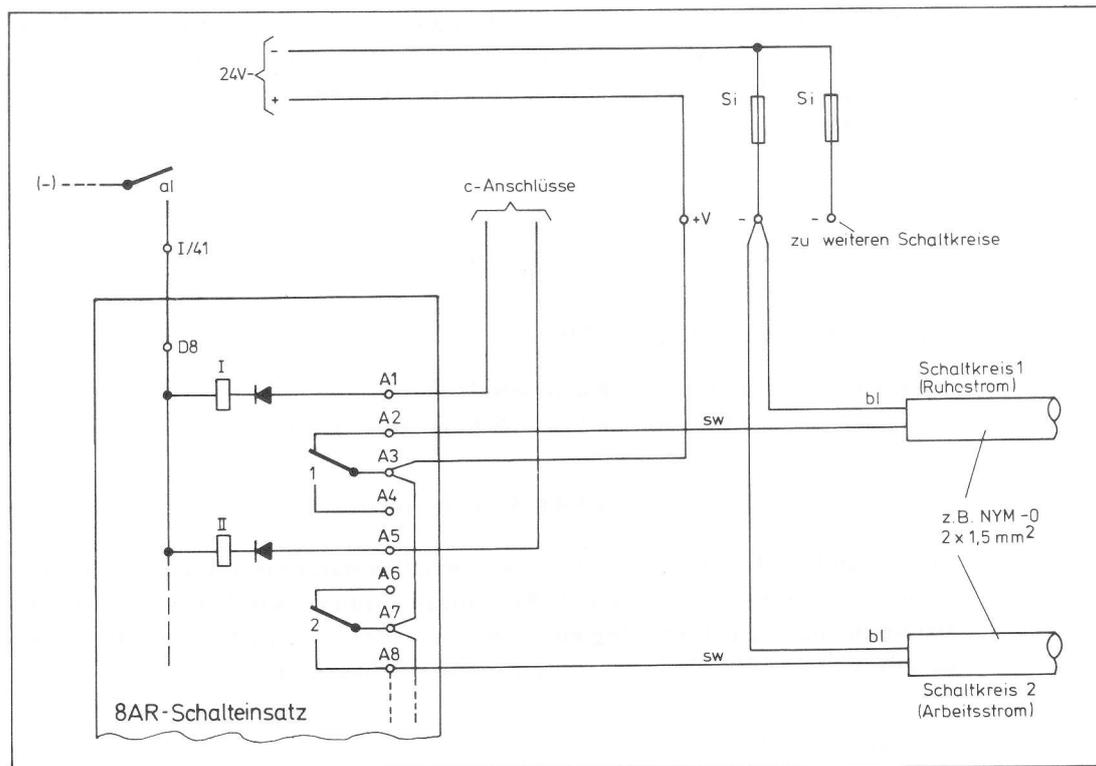

Bild 9 Anschluß des 8AR-Schalteinsatzes (Beispiel)
6.2.2. Schwachstromsteuerungen (Bild 9)